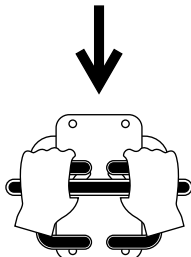

Bild 8
- Bewegen Sie beide Fahrtriebshebel nach hinten, um rückwärts zu fahren (Bild 8).